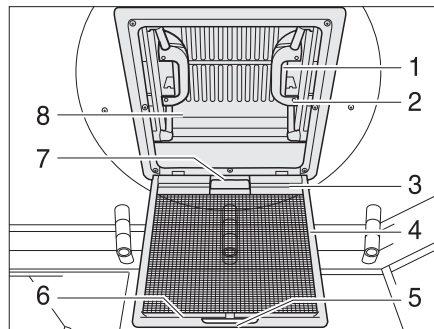

Fig. 80 Lanterneau à pousoirs
- Tirer sur la poignée (Fig. 80,5).
- Rabattre la moustiquaire (Fig. 80,4) vers le bas.
- Appuyer sur le verrou (Fig. 80,1) vers l'intérieur du lanterneau (Fig. 80,8). Pousser le lanterneau simultanément vers le haut par la poignée (Fig. 80,2).
- Faire basculer la moustiquaire (Fig. 80,4) vers le haut jusqu'à ce qu'elle s'enclenche.
- Tirer fortement le lanterneau (Fig. 80,8) vers le bas par les deux poignées (Fig. 80,2) jusqu'à ce que les deux verrous (Fig. 80,1) s'encliquettent.
- Tirer le store occultant par la poignée (Fig. 80,7) et accrocher la barre d'accrochage (Fig. 80,3) dans la barre de retenue (Fig. 80,6) de la moustiquaire.
- Détacher la barre d'accrochage (Fig. 80,3) de la barre de retenue (Fig. 80,6) et laisser revenir lentement le store occultant.